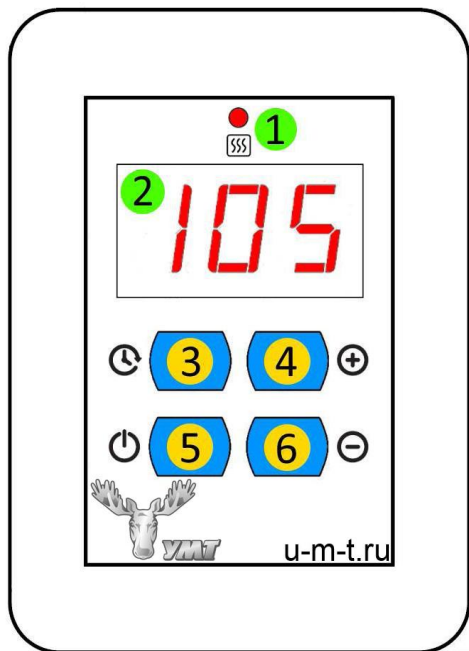

Рисунок 1
Далее на экране появится текущая температура с датчика температуры, который подключен к силовому блоку и установлен в сауне. Режим работы электрокаменки отображается с помощью индикатора включения (1)(см. рис. 1). При включенном состоянии ТЭНов индикатор горит красным цветом.